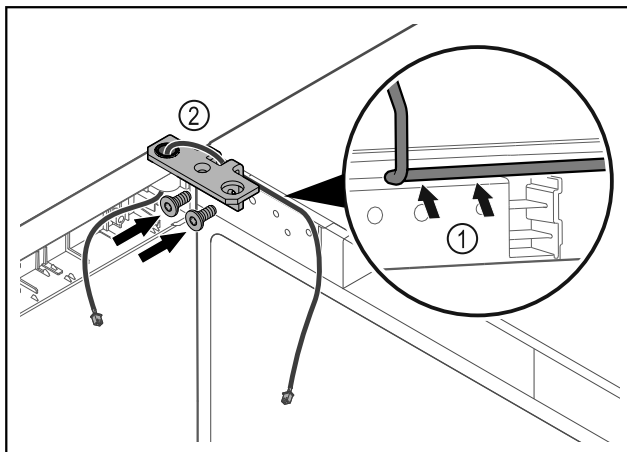

Fig. 38
- Før kabelen forsiktig gjennom åpningen i hengselvinkelen, og legg den omhyggelig på plass Fig. 38 (1).
- Skru på hengselvinkelen Fig. 38 (2).